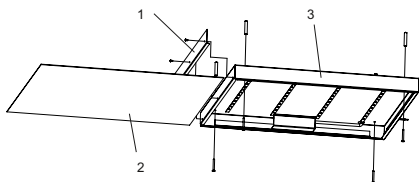

Рисунок 1
2.2 Накладной монтаж осуществляется следующим образом (см. рисунок 1):
- открутить 3 винта и снять боковую крышку (1) светильника;
- извлечь рассеиватель (2);
- закрепить корпус светильника (3) через имеющиеся отверстия непосредственно на поверхность потолка. Крепёж для накладного монтажа в комплекте не поставляется;
- в обратном порядке установить на корпус светильника (3) рассеиватель (2);
- установить боковую крышку (1) обратно и зафиксировать винтами.